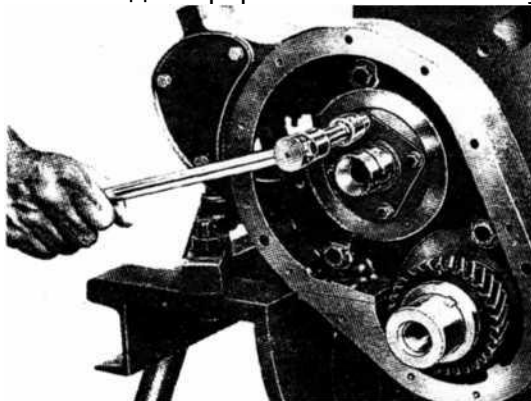

РИС. 10
- 30) Раскрутите болт специальным ключом 2610 5890 0304 и снимите узел регулятора для доступа к болтам, которые крепят упорную шайбу распределительного вала на блоке цилиндров (рис. 10 и 11).